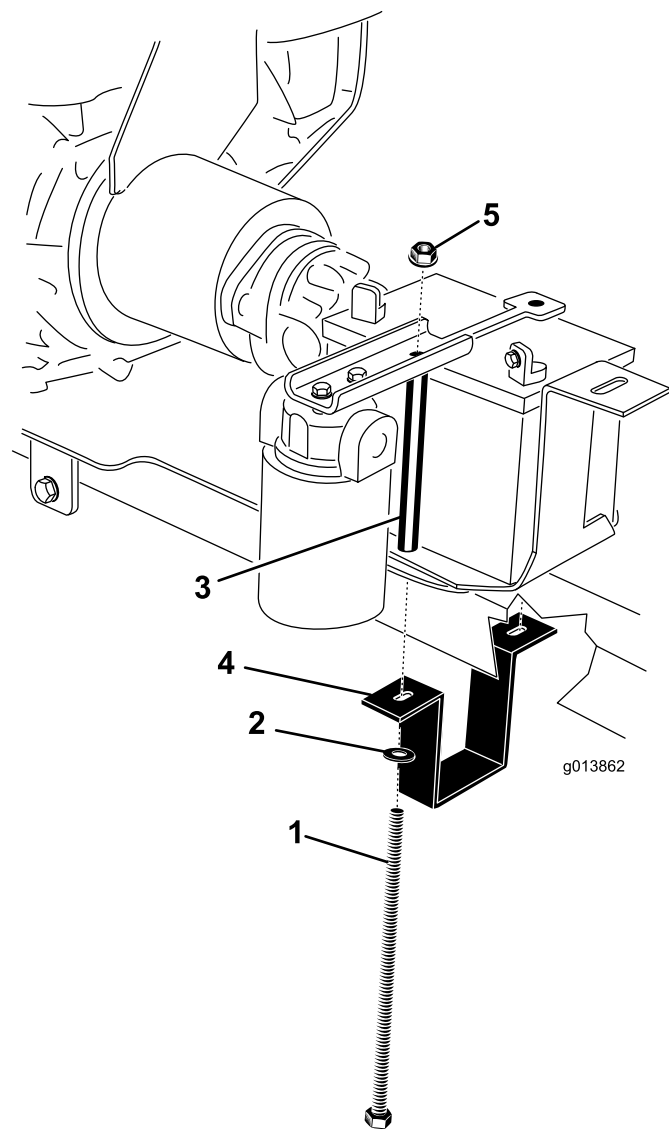

Figura 8
11. Posizionate la batteria sul vassoio della batteria, sistemando i terminali come descritto in Figura 8.
12. Posizionate la tenuta della batteria sulla batteria (Figura 8).
13. Tenete la cinghia di montaggio della batteria attorno alla parte inferiore del tubo dell'attacco di traino (Figura 8).
14. Sul lato destro, inserite un bullone della batteria attraverso rondella, cinghia di tenuta della batteria, piastra di montaggio del motore, vassoio batteria, distanziale del bullone batteria e tenuta. Installate senza serrare un dado flangiato (Figura 8).
15. Sul lato sinistro, inserite un bullone della batteria attraverso rondella, cinghia di tenuta della batteria, piastra di montaggio del motore, vassoio batteria, distanziale del bullone batteria e tenuta. Installate senza serrare un dado flangiato (Figura 8).